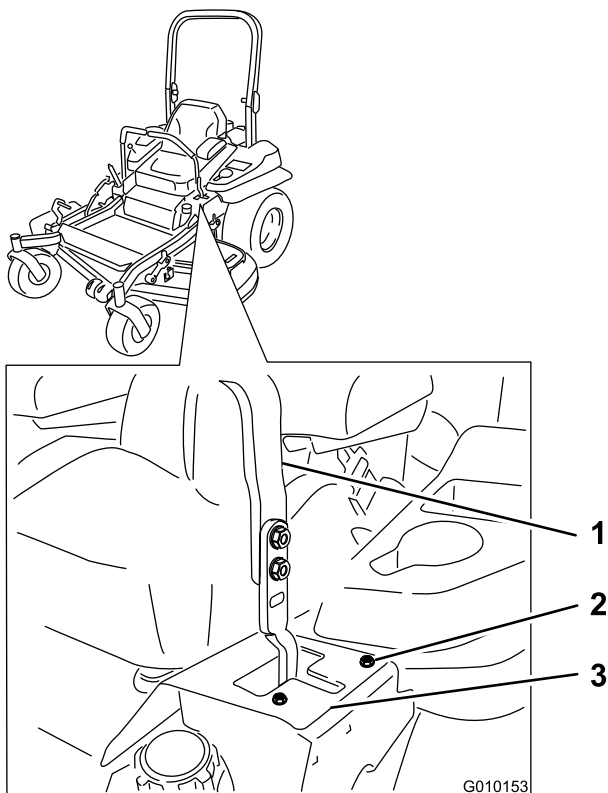

Figura 62
- Si la máquina se desvía hacia la derecha, afloje los pernos y ajuste la chapa del tope izquierdo hacia atrás en la ranura en T de la izquierda hasta que la máquina avance en línea recta (Figura 62).
- Si la máquina se desvía hacia la izquierda, afloje los pernos y ajuste la chapa del tope derecho hacia atrás en la ranura en T de la derecha hasta que la máquina avance en línea recta (Figura 62).
8. Apriete la chapa del tope (Figura 62).